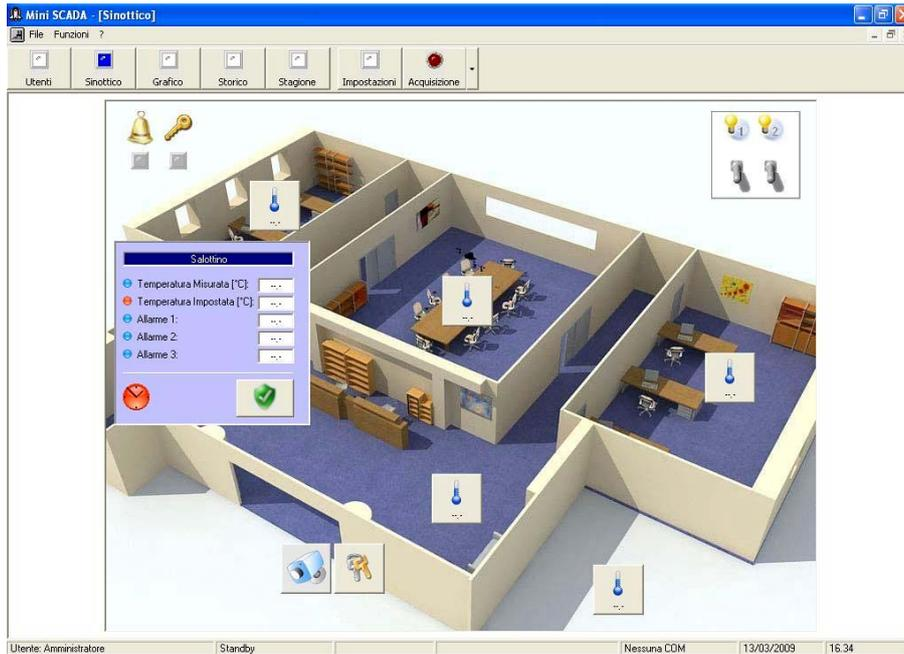

Figura 3.6: Parametri relativi ad una zona.
- Comando "Zona". Questo comando permette di visualizzare i dati relativi alla zona (temperatura, stato degli allarmi, ecc). L'icona presente sul tasto può essere modificata in fase di installazione e successivamente dall'utente amministratore. Sotto l'icona viene inoltre mostrato un parametro a scelta tra quelli acquisiti dallo strumento (figura 3.6).
Cliccando sul tasto relativo alla zona che si desidera visualizzare verrà mostrato un pannello con i cinque valori che sono stati acquisiti dallo strumento. Nel caso in cui uno o più valori non fossero disponibili o non fossero stati richiesti l'indicazione numerica verrà sostituita dal simbolo "--". Tutti i parametri relativi al singolo valore (indirizzo modbus, nome del parametro, unità di misura, numero di cifre decimali, ecc.) possono essere modificati in fase di installazione e successivamente da un utente con profilo amministratore (Figura 3.6). I "segnali" colorati indicano se il valore è "libero" (colore blu) oppure se vincolato dalla funzione "Master/Slave" (colore arancio / verde) o dalla funzione "Cronotermostato" (colore rosso). Per maggiori informazioni sulle funzioni "Master/Slave" e "Cronotermostato" consultare i paragrafi 3.9 e 3.10. Nella figura 3.6 è mostrato il pannello relativo al monitoraggio dei valori con evidenziato il parametro controllato dalla funzione cronotermostato.